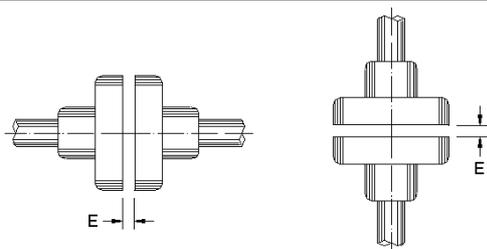

Figura 4.6: Folga axial do acoplamento (E)
Alinhar cuidadosamente as pontas de eixo e, sempre que possível, usar acoplamento flexível, deixando uma folga (E) mínima de 3 mm entre os acoplamentos, conforme mostrado na Figura 4.6.